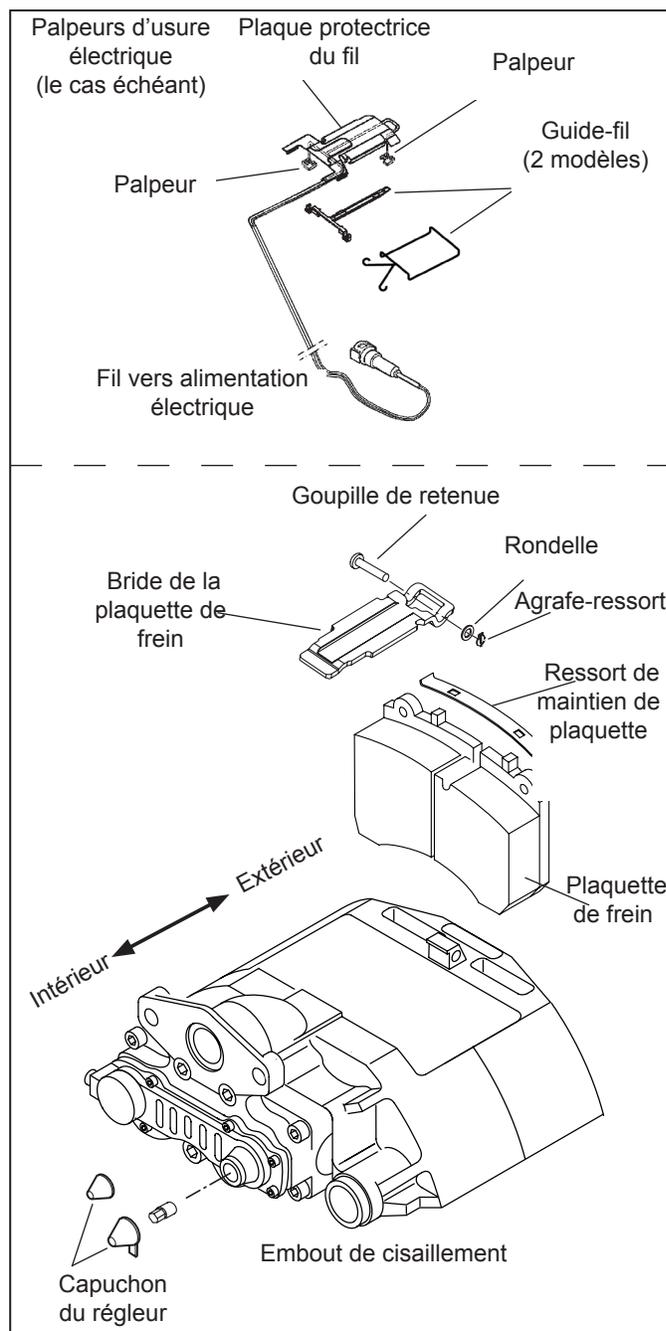

Figure 4 – Remplacement des plaquettes
1. Si le frein à disque pneumatique est équipé de palpeurs d'usure (cf. *Figure 4, partie supérieure*), déposer la plaque protectrice et la boulonnerie, puis les mettre de côté. Noter la position des palpeurs dans les plaquettes, puis les retirer délicatement. Nul besoin, dans la plupart des cas, de débrancher le connecteur du fil pour éloigner les palpeurs de l'aire d'installation des plaquettes. Examiner les palpeurs d'usure – remplacer s'il y a des signes d'usure ou d'abrasion.
2. (Cf. *Figure 4.*) Appuyer sur la bride de la plaquette et retirer l'agrafe-ressort, la rondelle, la goupille de retenue; enlever pour finir la bride.
4. Glisser la bride de plaquette dans la rainure de l'étrier; appuyer sur la bride pour pouvoir insérer la goupille de retenue, pointant vers le bas si possible. Poser la rondelle, puis l'agrafe-ressort. (Cf. Figure 4.)